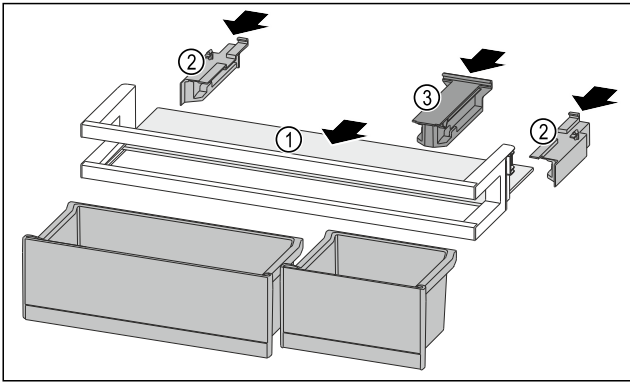

Fig. 183
- Inserire il ripiano Fig. 183 (1) negli incavi laterali.
- Inserire gli elementi laterali Fig. 183 (2).
- Inserire l'elemento di tenuta Fig. 183 (3).